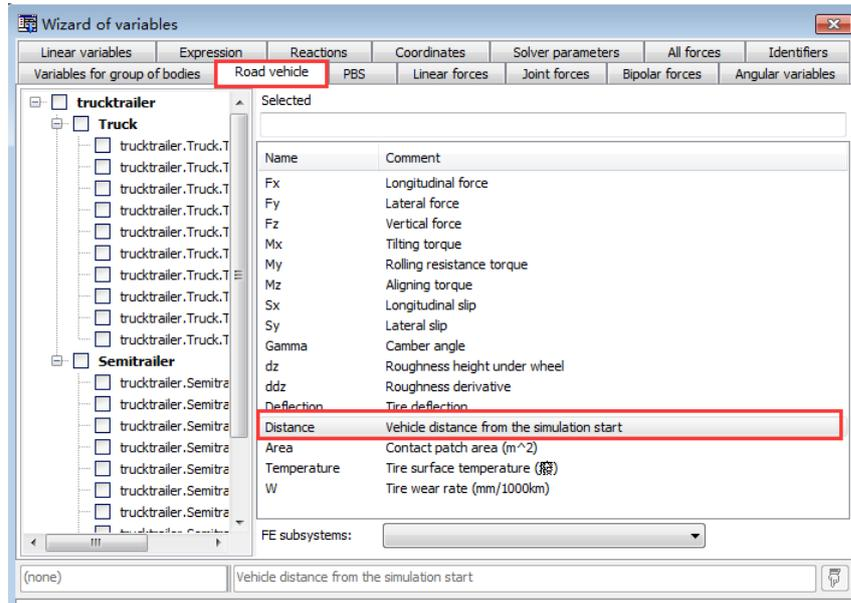

图 008-5 公路车辆 Distance 位置
3、对于公路车辆模型，该 Distance 变量位于 **Road vehicle** 下，如图 008-5；